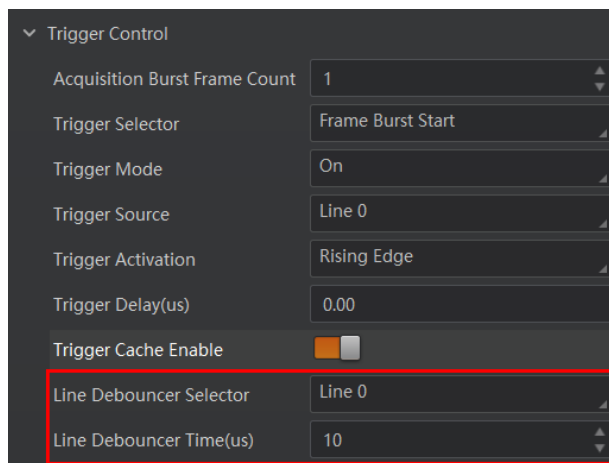

图6-14 触发防抖设置
2. 设置 *Line Debouncer Time* 参数，如图 6-14 所示。